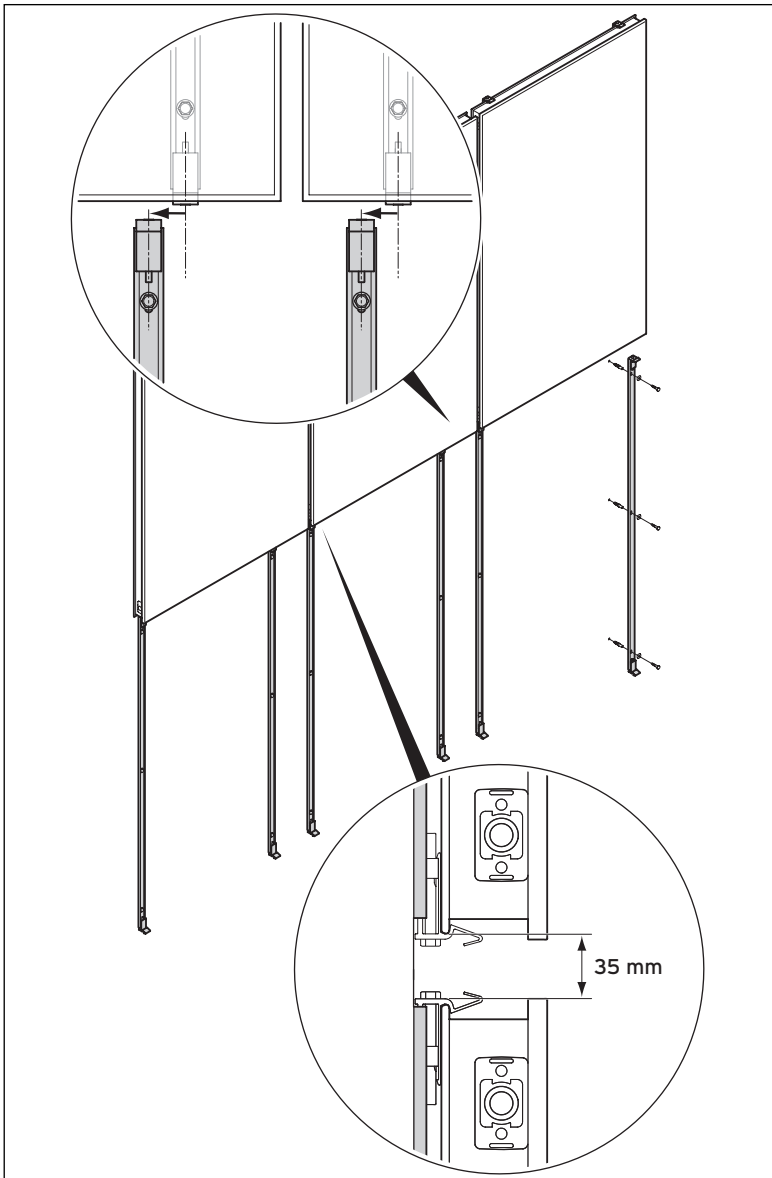

Abb. 5.11 Wandschienen versetzt anbringen
- Montieren Sie die Wandschienen jeder zweiten horizontalen Kollektorreihe mit einem Abstand von 35 mm zur Kollektorunterkante der oberen Reihe (→ **Abb. 5.11**).